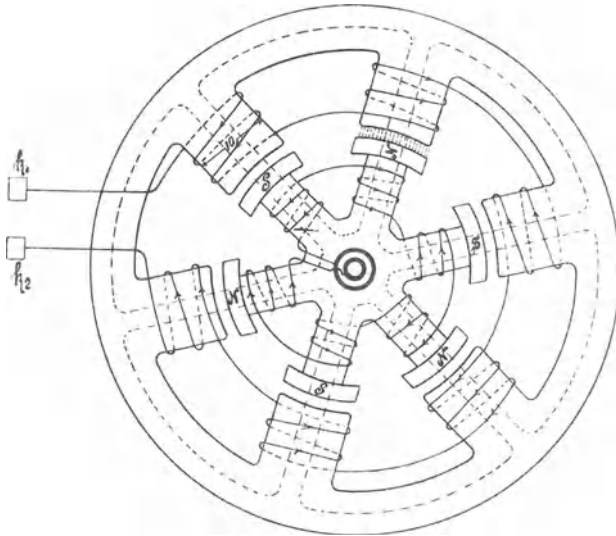

Fig. 69.
242. Eine 6-polige Wechselstrommaschine macht 1200 [1000] (800) Umdrehungen in der Minute; jede der sechs hintereinander geschalteten Spulen besitzt 12 [15] (60) Windungen und die Kraftliniendichte im Luftzwischenraum ist $B_L = 6000$ [5000] (7000). Der Querschnitt des Luftzwischenraumes ist angenähert ein Rechteck von 10 [12] (20) cm Länge und 15 [20] (25) cm Breite (Fig. 69).